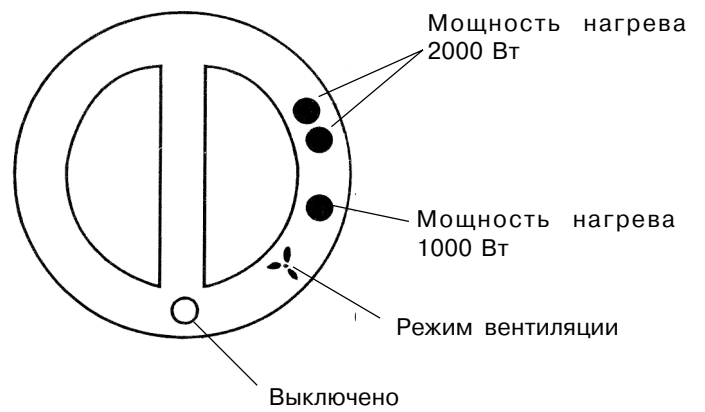
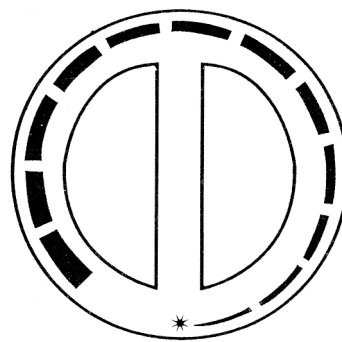

Рис. 4
Рис. 5
- Тепловентилятор САСНОУ оснащён 4-х позиционным переключателем - “Выключено”/ “Вентиляция”/ “Мощность нагрева 1000 Вт”/ “Мощность нагрева 2000 Вт” (рисунок 4) и регулятором термостата (рисунок 5).
- Выбор требуемого режима работы выполняется поворотом переключателя режимов (рис. 4) против часовой стрелки. Выберите желаемую мощность нагрева (●, ●●). Система управления также предусматривает режим вентиляции без нагрева, задание которого выполняется установкой переключателя режимов в положение ●. На моделях MIDI SB загорается светоиндикатор “pilot”.
- Поверните ручку термостата (Рис. 5) по часовой стрелке до включения тепловентилятора (при этом раздаётся характерный щелчок).